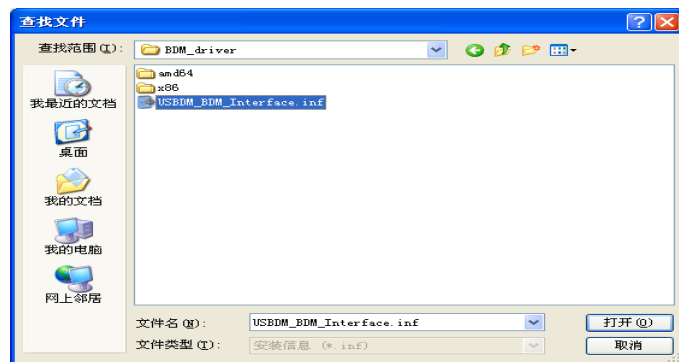

图 A-12 驱动程序路径
选择“**从磁盘安装 (D) ...**”，然后选择驱动程序的路径，即“C:\Program Files\pgo\USBDM Drivers 1.0.1\Drivers\BDM\_Driver”文件夹（XP 系统）。“C:\Program Files (X86)\pgo\USBDM Drivers 1.0.1\Drivers\BDM\_Driver”文件夹（WIN7 系统）。如图 A-12 所示。